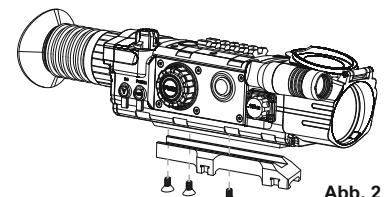

Abb. 2
- Mittels Sechskantschlüssels und Schrauben ist die Schiene an den Zielfernrohrohrsockel anzuschrauben (**Abb. 2**);